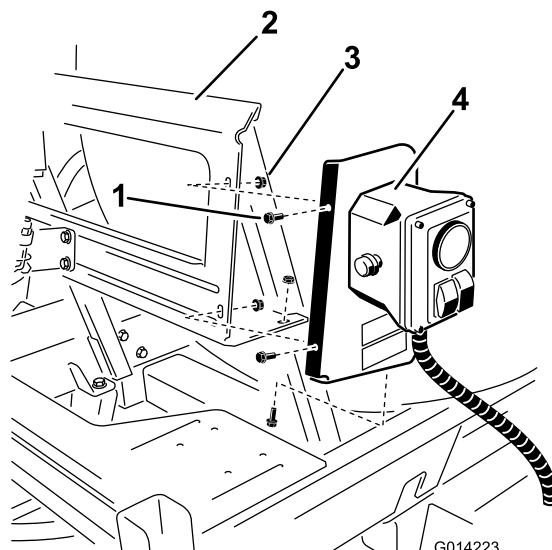

図 6
2. ボルト (1/4 x 5/8 inch) 3本とロックナット (1/4 インチ) 4個を使用して、図 6のように、アセンブリをブラケットに固定する。